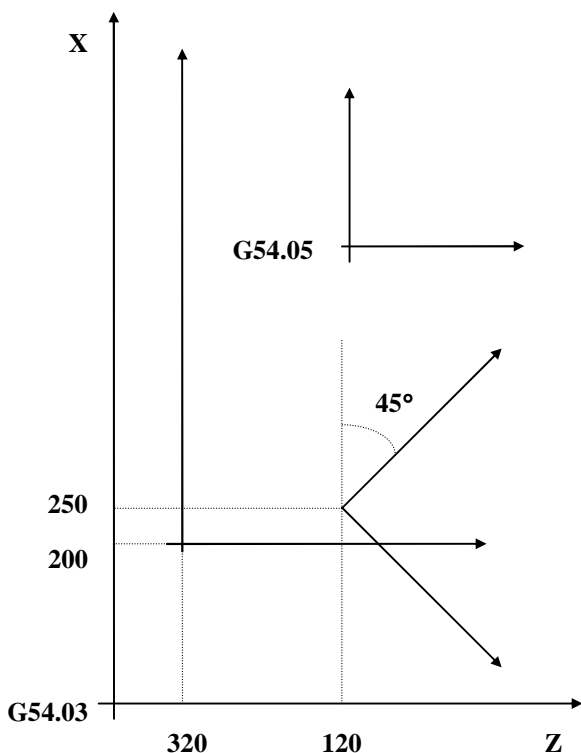

FIG. 5-2
- N80** Il sistema di riferimento viene ulteriormente traslato di 50 mm in X e 100 mm in Z nonché ruotato di 45° (diviene quindi quello illustrato in **FIG. 5-2**).